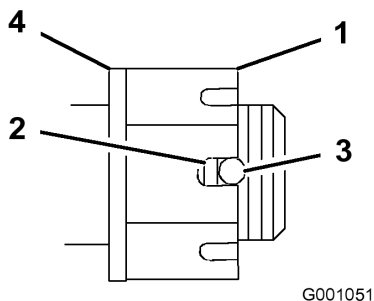

Figura 48
4. Apriete la tuerca almenada a 170 Nm (125 pies-libra) (Figura 48).
Debe haber dos hilos o menos de la rosca visibles (Figura 48).
7. Apriete la tuerca almenada a 170 Nm (125 pies-libra) (Figura 48).
8. Apriete la tuerca hasta que el siguiente conjunto de ranuras esté alineado con el taladro del eje (Figura 48).